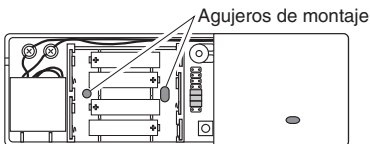

**Figura 4**
- Pele el forro protector de un lado de las dos piezas de la cinta de doble lado, y aplique la cinta a las áreas en la parte de atrás del transmisor, como se muestra en la Figura 4.